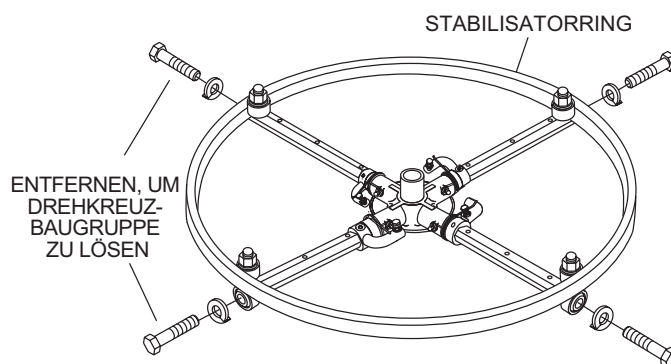

Abbildung 42. Stabilisatorring
- c. Falls der Glätter mit einem äußeren Stabilisatorring (Abbildung 42) ausgestattet ist, die vier Schrauben am Ende jedes Glättarms entfernen.